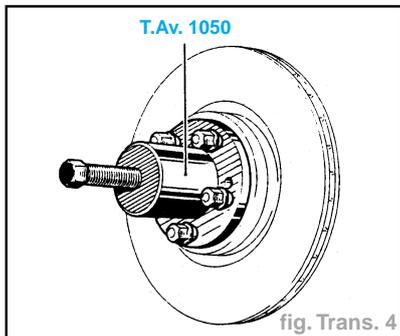

fig. Trans. 4
- Ces véhicules sont équipés de transmissions collées. Il sera donc nécessaire de repousser celle-ci avec l'outil **T.Av. 1050** (fig. Trans. 4).